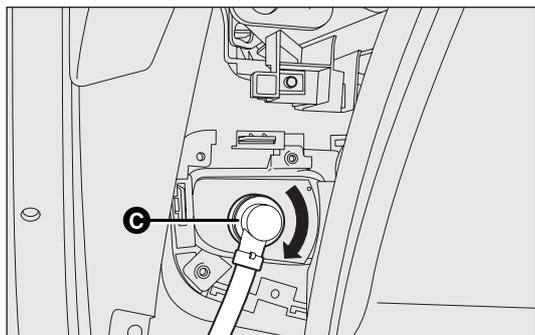

fig. 164
- ❑ rimuovere il coperchio portalampada C-fig. 164 ruotando in senso antiorario;
- ❑ rimontare il coperchio/porta lampada C-fig. 164 ruotando in senso orario assicurandosi del corretto bloccaggio;